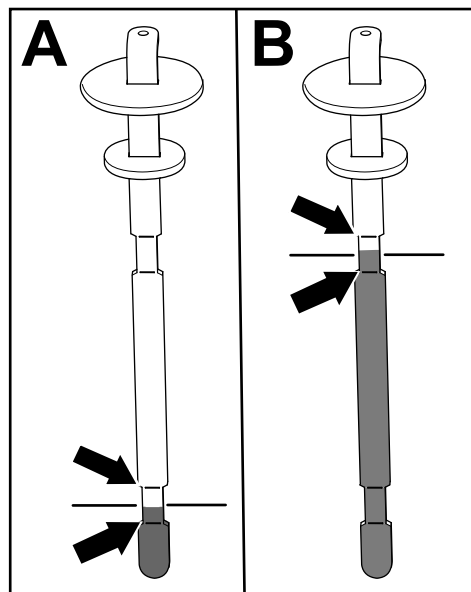

Рисунок 84
5. Извлеките щуп и проверьте уровень рабочей жидкости (Рисунок 84).
- Если у вас на машине установлен **режущий блок**: уровень гидравлической жидкости должен находиться на соответствующем уровне между 2 нижними отметками на щупе (А на Рисунок 84). Также допустимо, если уровень жидкости находится выше нижних отметок.
**приводом**: уровень гидравлической жидкости должен находиться на соответствующем уровне между 2 верхними отметками на щупе (В на Рисунок 84).